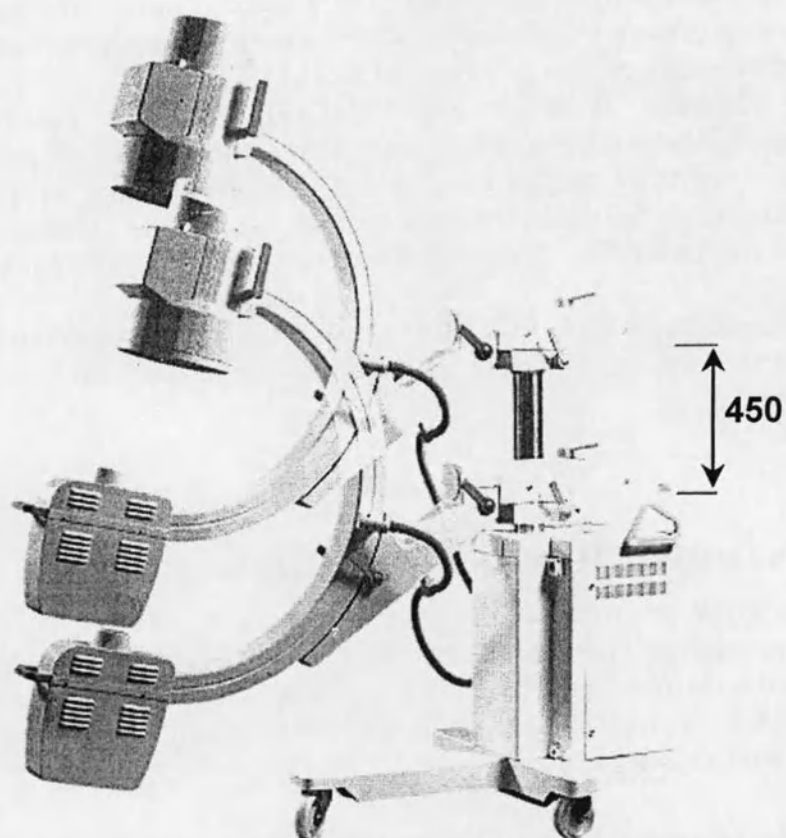

Рис. 1.17. Дуга штатива в двух крайних положениях при вертикальном перемещении
- Вертикальное перемещение – 450 мм (рис.1.17)